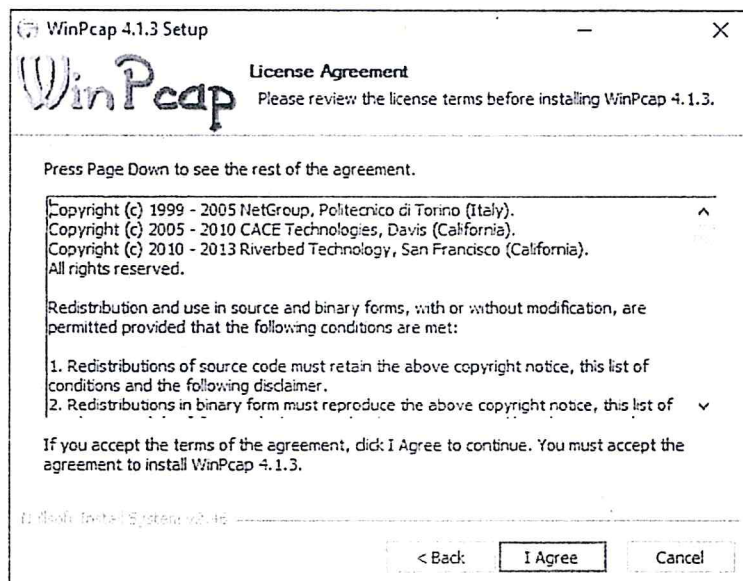

Рисунок 26 – Окно лицензионного соглашения
– в окне условий лицензионного соглашения (рисунок 26) следует нажать кнопку «I Agree»;